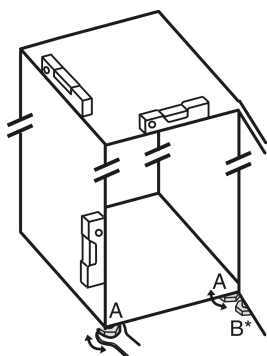

Fig. 8
- Seřizovací nožky Fig. 8 (A) vyšroubujte pomocí příloženého vidlicového klíče a pomocí vodováhy, dokud nebude spotřebič pevně vyrovnaný.
- Seřizovací nožku Fig. 8 (B) na stojanu ložiska vytáchejte pomocí příloženého vidlicového klíče, až dosedne na zem.
- Seřizovací nožku Fig. 8 (B) otáčejte dál o 90°.